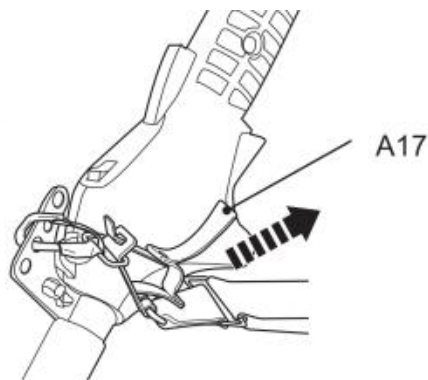

Fig. 34
5. En caso de emergencia, sujete el asa frontal (A27) con la mano izquierda y utilice la mano derecha para tirar de la cuerda (A17) (Fig. 34). La barra de bloqueo de metal se soltará automáticamente del clip de seguridad debido al peso del producto.